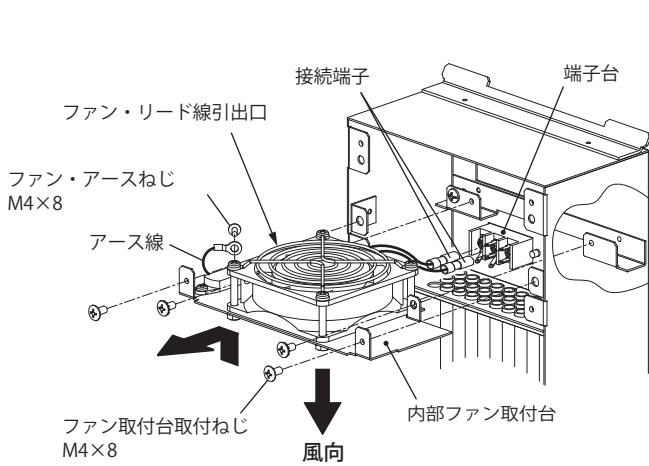

図 7
1. 内部ファン取付台取付ねじ M4×8 (4カ所) を取り外した後、ファン取付台を手前に引き出し、ファン・アースねじ M4×8 を取り外して、アース線を外してください。(図 7)